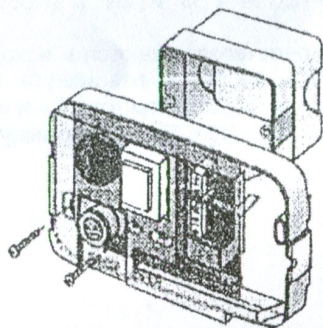

Рисунок 5
- 3) При использовании скрытой электропроводки завести кабель в сигнализатор через отверстие на дне корпуса (рисунок 5).